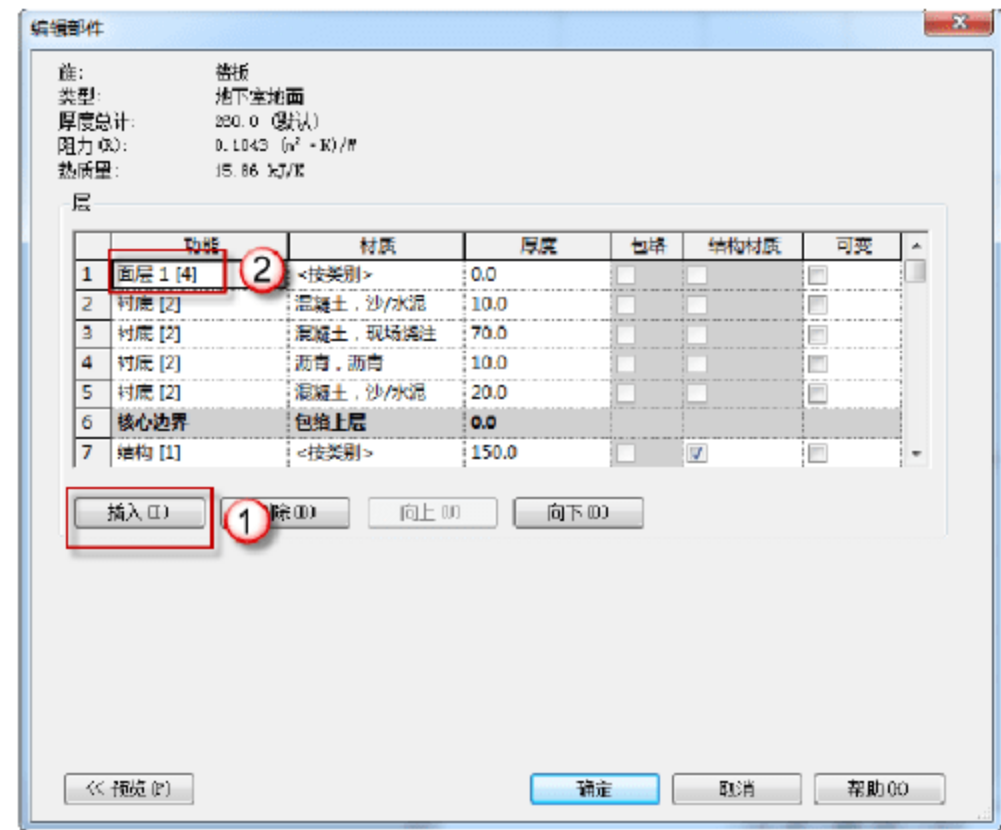

图 9.2.13 添加“面层 1[4]”功能
(11) 添加“面层 1[4]”功能。在“编辑部件”对话框中单击“插入”按钮，在“功能”参数下将“衬底[2]”改为“面层 1[4]”，如图 9.2.13 所示。